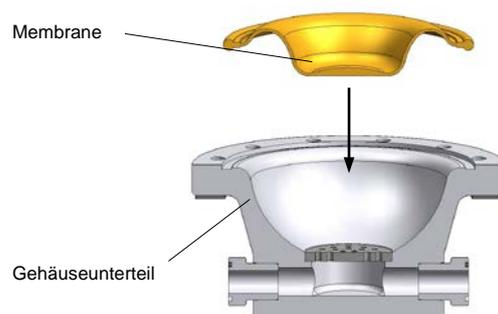

Abb. 23 Membranwechsel (Kunststoff-Ausführung)
- Neue Membrane mit der Wölbung nach unten einsetzen (siehe Abb. 23).